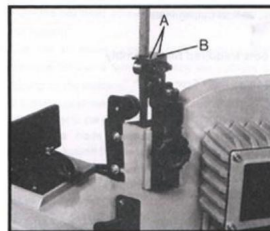

Fig. 3
3. Wyjmij dwie śruby (A, rys. 3) i